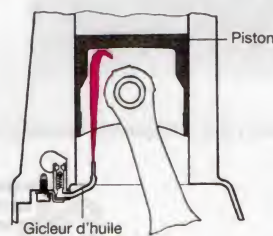
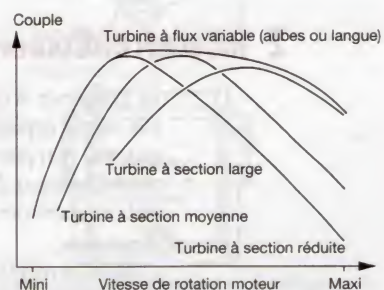

Figure 15.1. Refroidissement de la tête de piston par giclage d'huile (Doc. VAG)
Figure 15.2. Courbes comparatives en fonction du modèle de turbine utilisé
- adaptation du circuit de lubrification (augmentation des débits de la *pompe à huile* et du *filtre à huile*) ; mise en place d'une rampe de « gicleurs » (refroidissement des têtes de *pistons*) (**fig. 15.1**), liaisons arrivée/retour d'huile au *turbocompresseur* ; réfrigération de l'huile par *échangeur thermique* (air ou eau) ;
Le constructeur du *turbocompresseur*, en fonction des données précédentes, détermine les caractéristiques (**fig. 15.2**) aérodynamiques de l'appareil à fournir et les différents accessoires éventuels.
Une *turbine* à section réduite permet d'obtenir le couple maximal à bas régime, mais doit être équipée d'une régulation de la pression maximale (**fig. 15.1**), contrairement à une turbine de section large (**fig. 15.2**).
- Le giclage d'huile (**fig. 15.1**) engendre un débit d'huile supplémentaire, et donc un *filtre à huile* avec des caractéristiques spécifiques pour un moteur turbo. (Il ne faut jamais monter un *filtre à huile* de moteur « *atmo* » sur le même moteur comportant une suralimentation.)
Le besoin d'obtenir un couple maximal à bas régime sur les moteurs de petites et moyennes cylindrées (meilleures « reprises »), oriente le choix vers une turbine à section réduite (fig. 15.2), d'où l'obligation de limiter la pression à haut régime dans des limites fixées (fig. 15.2).